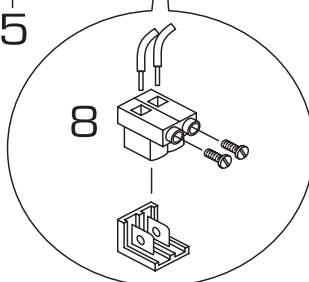

Fig. 12
2.11.1 Cuadro eléctrico (fig. 12)
2.11.2 Conexión del cronotermóstato (fig. 12)